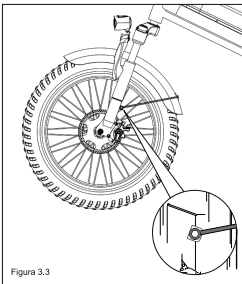

Figura 3.3
Paso 3: Instale el soporte del guardabarros en la horquilla delantera del cuadro. (Véase: **Figura 3.3**).